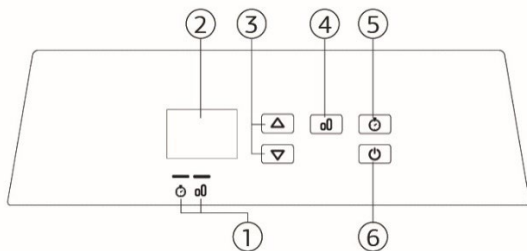

Рис. 3
Вставьте вилку в розетку, на дисплее загорится индикатор сети. Нажмите кнопку питания (6) (рис.3) для включения прибора, на дисплее загорятся цифры. Установите желаемый режим работы.
Это режим работы с установленной пользователем температурой. Данный режим включается автоматически, если не задан другой. Нажимайте кнопки (3), (рис.3) чтобы увеличить температуру на 1°C или уменьшить на 1°C. Максимальная температура, которую можно установить, 35°C, минимальная 5°C. При удержании одной из кнопок температура будет увеличиваться или уменьшаться на 1°C за 0,5 сек. Последняя заданная температурная установка принимается за активную. Через 5 сек. система возобновит работу, индикатор температуры на дисплее будет отображать комнатную температуру.
Нажмите кнопку (5) (рис.3), чтобы установить таймер, установленное время отображается на дисплее, мигает индикатор таймера (таймер устанавливается по часам). Нажмите кнопки (3), чтобы увеличить или уменьшить время на один час, таймер может быть установлен на период 0-24 часов. При удержании одной из кнопок (3) время работы будет увеличиваться или уменьшаться на 1 час за 0,5 сек. При включенном индикаторе система начинает отсчитывать время в соответствии с предыдущей установкой, если новое значение не будет установлено в течение 5 секунд. Каждый раз при нажатии кнопок (3) система начинает новый отсчет времени или
Чтобы выключить прибор, нажмите кнопку питания (6) (рис. 3) в любом режиме работы.
Во время работы прибора нажмите одновременно две кнопки (3) (рис. 3) и удерживайте более 3-х секунд для блокировки системы. При включенной блокировке на дисплее отображаются закрытые скобки.
Позволяет выбрать уровень мощности нагрева. Нажмите кнопку выбора мощности (4) (рис.3), чтобы установить мощность нагрева. При установке режима полной мощности загорится индикатор (1) «P».